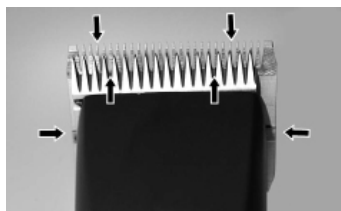

Fig. 22
For at opnå gode klipperesultater og forlænge klipperens holdbarhed er det nødvendigt at påføre et tyndt olielag mellem det øverste og nederste blad (fig. 22).
- ▶ Smør bladene tilstrækkeligt under klipningen (mindst hvert 15. minut), så de ikke bliver tørre (fig. 22).
Bladene skal smøre før, under og efter hver anvendelse. Når bladene på skærehovedet efterlader striber eller kører med nedsat hastighed, betyder det, at de skal smøres igen. Påfør nogle få olie-dråber foran og lateralt på klippebladene (se pile i fig. 22). Tør overskydende olie væk med en blød, tør klud. Smørings-sprays sørger ikke for tilstrækkelig smøring, men har en kølende effekt på bladene. Udskift øjeblikkeligt beskadigede eller kærvede blade for at undgå skader.